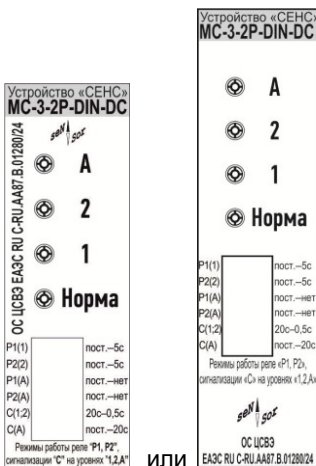

Рисунок 3
2.1.6 На лицевой панели 9 (рисунок 2), расположенной за откидной крышкой, находятся индикаторы: «А», «2», «1», «Норма» и выключатели, задающие режим работы устройства (рисунок 3).
2.2.4 Режимы работы сигнализатора определяются положением выключателей (рисунок 3).